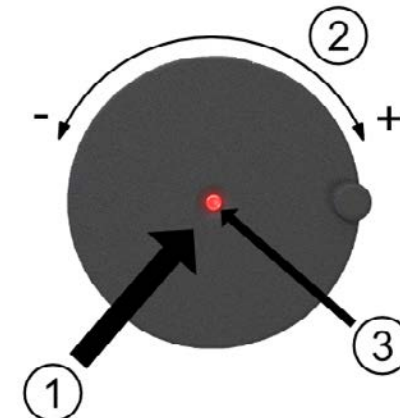

Abb. 6 Bedienelemente der Steuerung
3. Verbinden Sie den Netzstecker wieder mit dem Stromnetz, dabei leuchtet die LED (siehe Abb. 6, Pos. 3) ca. 1 Sekunde auf.
1. Drücken Sie auf das Bedienteil (Abb. 6 / Pos. 1) damit der Strahler eingeschaltet wird.
2. Durch Drehen (Abb. 6 / Pos. 2) des Bedienteils kann die Intensität des Infrarotstrahlers verändert werden. Die Leistung des Infrarotstrahlers kann in einem Bereich von 40 % bis 100 % eingestellt werden (10 % Schritte).